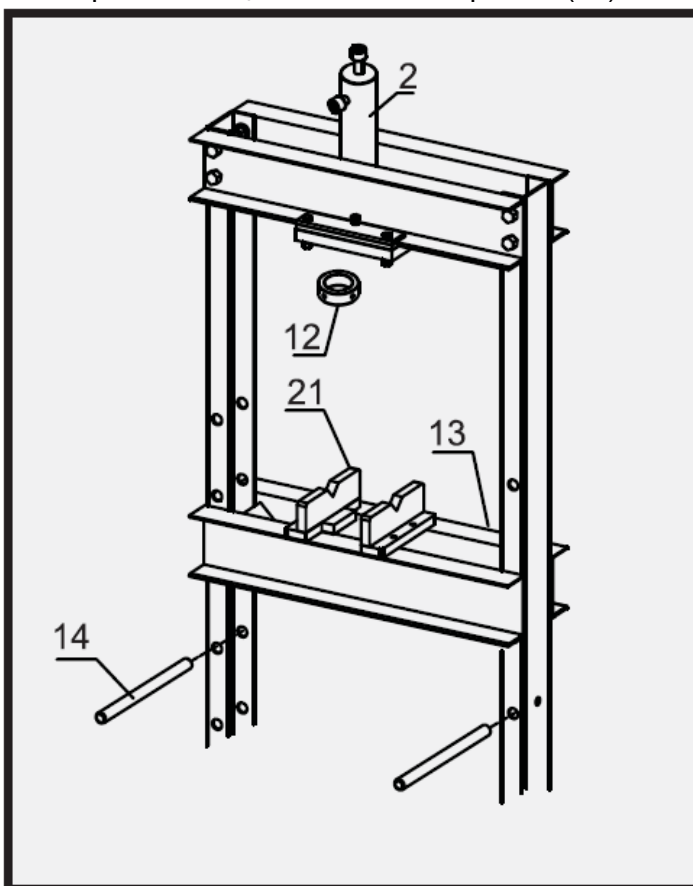

Рис. 5
Воспользуйтесь схемой станда (рис. 5), списком деталей и схемой сборки, приведенной в данной инструкции, разложите все детали по порядку и установите их по назначению перед сборкой.
6. Закрепите силовой цилиндр (2), закрутив широкую гайку (12). Вдвиньте опорные пальцы (14) в отверстия в стойках. Вложите стол пресса (13) таким образом, чтобы направляющие стола вошли в стойки рамы, затем опустите стол вдоль стоек рамы на опорные пальцы. Установите призмы (21) на стол пресса. См. рис. 5.